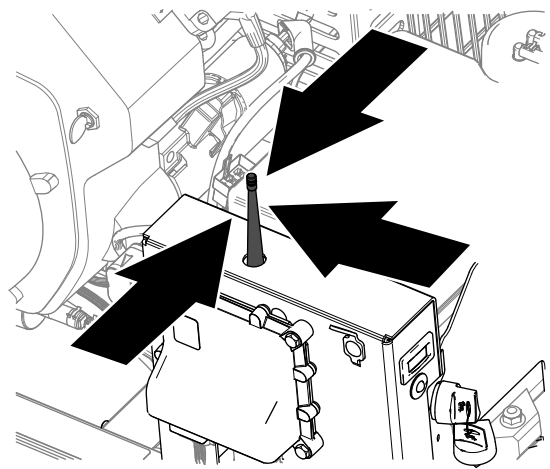

Figura 50
3. Enquanto segura o comando remoto, fique perto do módulo de controlo sem fios numa área com uma linha de visão desobstruída e clara para a antena (Figura 50).